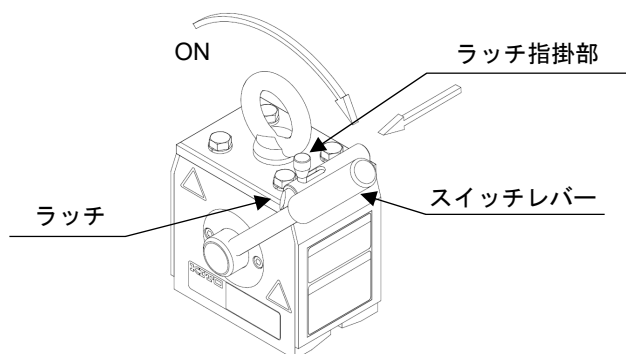

図10-1 KRD8、KRD16
- ⑤ スwitchレバーのON
- ⑤-1 KRD8、KRD16 図10-1